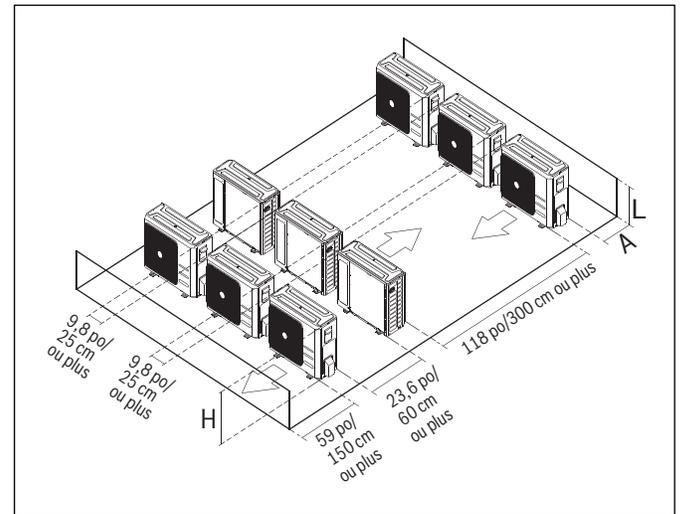

Figure 8
- ▶ Assurez-vous de respecter les exigences d'espace minimum (Figure 8 et 9) pour vous assurer qu'il y a suffisamment d'espace pour l'installation et l'entretien.